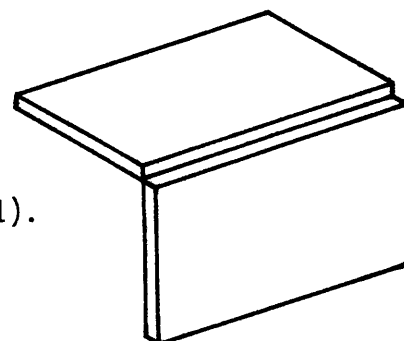

Fig. 1
- ☐ c Ubique las chapas para puntear (fig. 1).